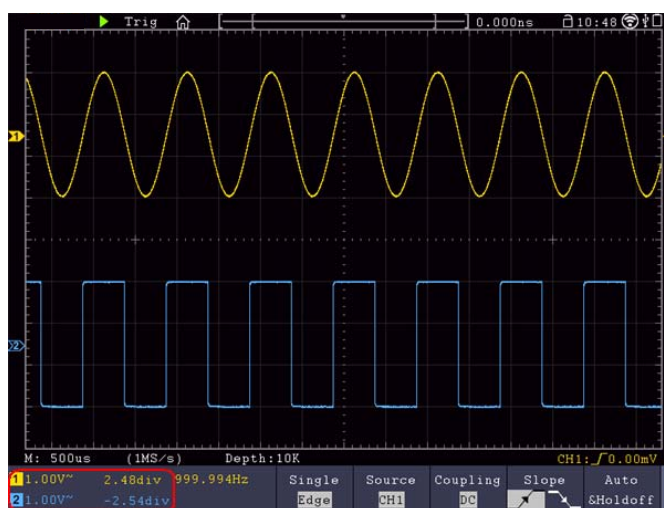

Figura 4-7 Información sobre Escala Vertical
2. El selector "**Vertical Scale**" (Escala vertical) se usa para regular la resolución vertical de las formas de onda capturadas. La sensibilidad de la resolución de la división vertical se divide en pasos de 1-2-5. La información de los voltios por división aparecerá en la ventana del canal en la parte inferior izquierda de la pantalla (ver *Figura 4-7*).